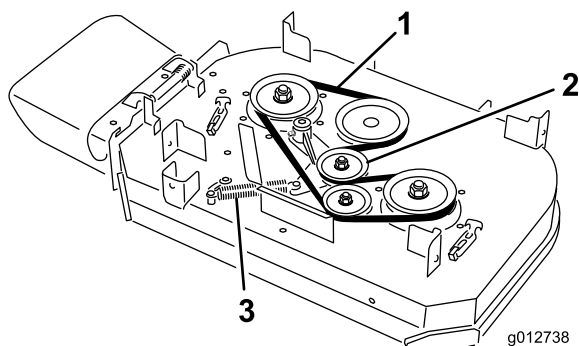

Figura 63
4. Sganciate la molla dal perno di ancoraggio sul braccio della puleggia tendicinghia (Figura 63).
5. Togliete la cinghia del tosaerba usurata (Figura 63).
6. Montate la nuova cinghia del tosaerba attorno alla puleggia della frizione, alle pulegge del piatto di taglio e alla puleggia tendicinghia (Figura 63).
7. Agganciate la molla al perno di ancoraggio sul braccio della puleggia tendicinghia (Figura 63).
6. Montate la nuova cinghia del tosaerba attorno alle pulegge del piatto di taglio e alla puleggia tendicinghia (Figura 63).
5. Sganciate la molla dal perno di ancoraggio sul braccio della puleggia tendicinghia (Figura 63).
6. Togliete la cinghia del tosaerba usurata (Figura 63).
7. Montate la nuova cinghia del tosaerba attorno alle pulegge del piatto di taglio, alla puleggia della frizione e alla puleggia tendicinghia (Figura 63).
8. Agganciate la molla al perno di ancoraggio (Figura 63).